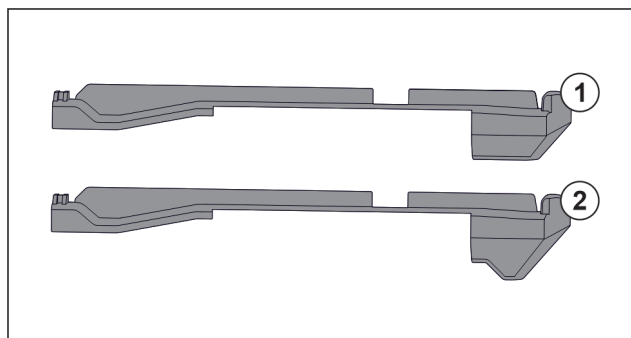

Fig. 78 Сравнение вставных частей
В устройстве находятся две разные вставные части. Вставная часть над самым нижним выдвижным ящиком Fig. 78 (2) имеет треугольную кромку. Все прочие вставные части Fig. 78 (1) имеют прямую кромку.
- ▶ Установите вставную часть Fig. 78 (2) с треугольной кромкой над самым нижним выдвижным ящиком.
- ▶ Установите вставную часть Fig. 78 (1) с прямой кромкой на все прочие места.